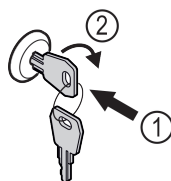

Fig. 180
- ▶ Włożyć kluczyk. Fig. 180 (1)
- ▶ Przekręcić kluczyk o 90° w prawo. Fig. 180 (2)